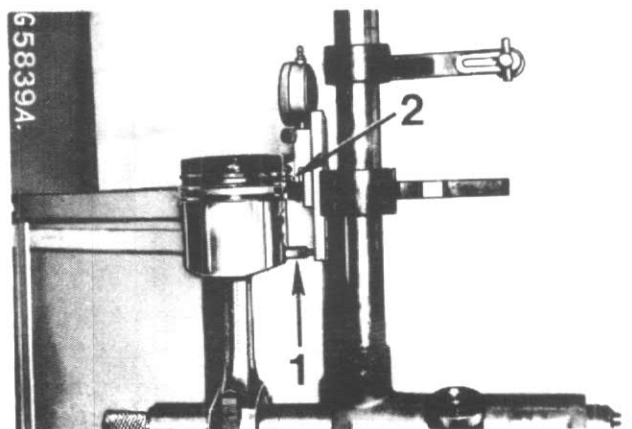

Figure 135
Légendes de la fig. 135 :
7. Après avoir alésé avec précision, mettez en place le piston et vérifiez l'alignement du maneton de vilebrequin et de l'axe de piston, fig. 135.